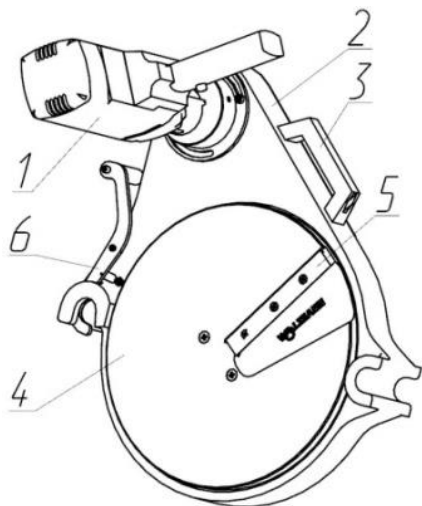
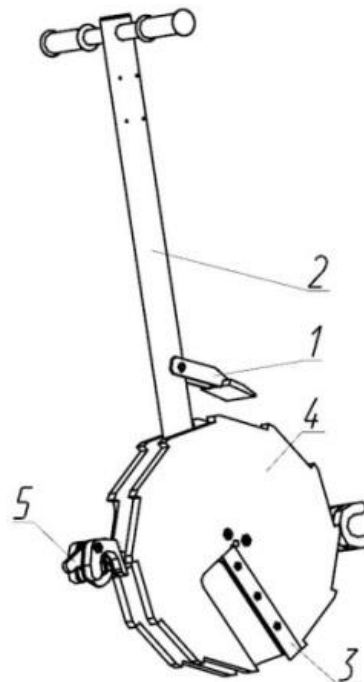

Рис. 3
Рис. 4
5- Торцеватель с электроприводом (Рис. 3 стр. 11)
- 3- Торцеватель с электроприводом (Рис. 3 стр. 11)
- 6-Ручной торцеватель (Рис. 4 стр. 11)
Предназначен для механической обработки свариваемых торцов в процессе подготовки к сварке. Электрический торцеватель состоит из двух вращающихся дисков с установленными на них ножами, корпуса, электропривода (**Рис. 3**). Торцеватель с ручным приводом состоит из двух вращающихся дисков с установленными на них ножами, рычага с толкателем (**Рис. 4**). Торцеватели фиксируются на штоках центратора с помощью фиксатора.